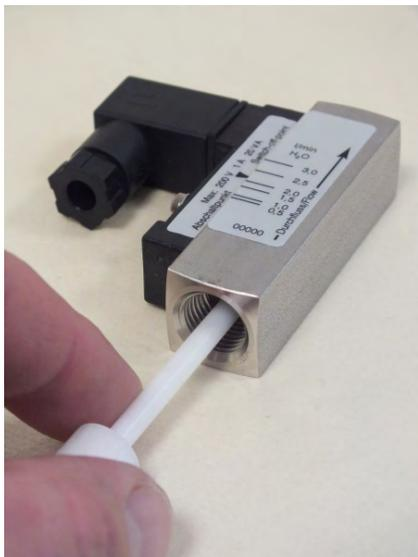

Abb. 49: Gängigkeit prüfen
7. ➤ Schwebekörper durch Druck mit dem Prüfstab (Abb. 49) auf leichte Gängigkeit prüfen